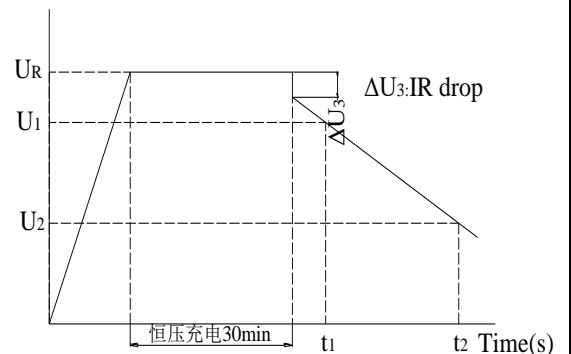

图 2 充放电曲线图
- (1) 将转换开关 S 切换到恒流/恒压源，以 5 mA 的电流给待测电容器恒流充电；
- (2) 在待测电容器的电压达到额定电压  $U_R$  后恒压充电 30min；
- (3) 在恒压充电 30min 后，将转换开关 S 切换到恒流放电装置以 5 mA 的电流恒流放电；测量电容器两端电压从放电开始到  $U_1$  (4.4 V) 和  $U_2$  (2.2 V) 的时间  $t_1$  和  $t_2$ ，如图 2 所示，根据下式计算电容器的容量：